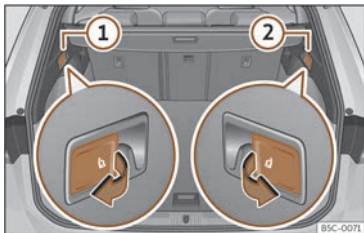

Fig. 115 No maleteiro: pancas para desbloqueio do respaldo traseiro.
- Puxe da panca de desbloqueio a distancia da parte esquerda»» **fig. 115** ① ou direita ② do respaldo no sentido da frecha. A parte desbloqueada do respaldo traseiro abátese automaticamente cara adiante.